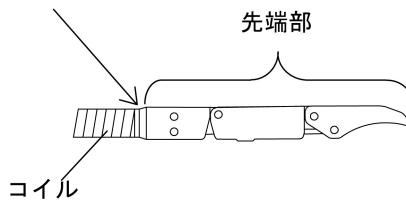

図1. 誘導子の先端
(3)誘導子の挿入部をガイドシースへゆっくり挿入し、誘導子の先端部とコイルの境界(図1)がガイドシースの先端面に一致するよう調整する。その状態で誘導子の挿入部手元側にあるETストップをゆっくり移動させ、ガイドシースの処置具ポートに突き当てるよう位置させる。